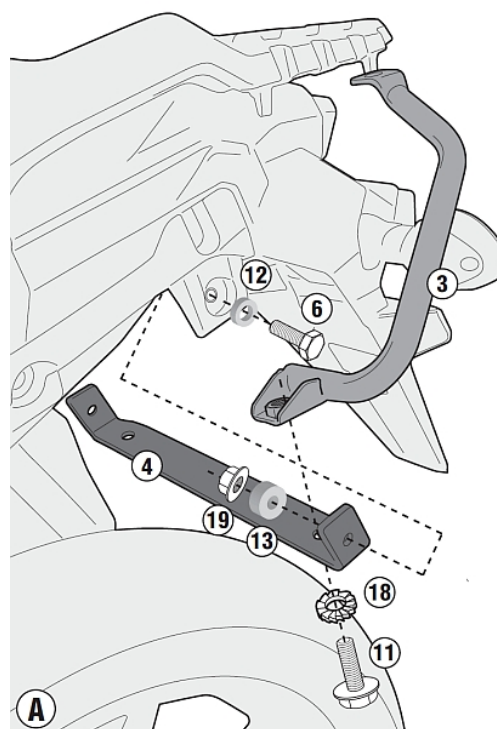

図 1
1. 純正フレームリアカバー固定段付きボルト（後下側左右各 1）を取り外し、⑥フランジ付き六角ボルト（2 ケ）と⑫スペーサー（2 ケ）、⑬スペーサー（2 ケ）、⑯フランジ付きナイロンロックナット（2 ケ）を使用して、④サポートを車体に仮組みします。（図 1 参照）
2. 車体部品を傷つけないよう注意しながら、⑪フランジ付き六角ボルト（2 ケ）と⑱重ね形歯付きワッシャ（2 ケ）を使用して、手順 1 で組付けた④サポートに③サポート（左右）を仮組みします。（図 1 参照）
※. 図 1 は③サポート左側の組み付け図です。形状や組み付け向きに注意して、③サポート右側も同様に作業してください。